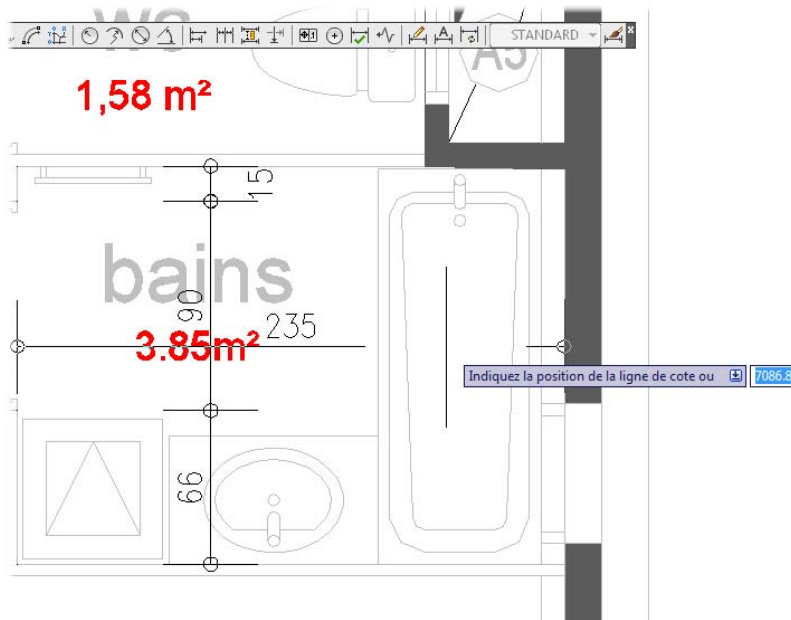

Figure 5.75
- Enfin, vous allez coter la salle de bains dans le sens horizontal avec l'outil Cotation linéaire. La cotation de la pièce est finie (voir Figure 5.75). Ces simples cotes suffisent à renseigner le plan.